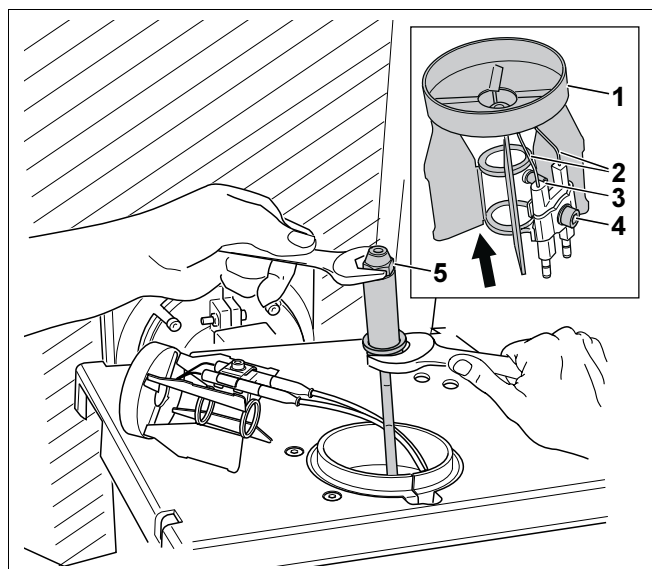

Fig. 19 Schimbarea duzei respectiv a electrodului de aprindere
- Se fixează arzătorul (Fig. 19) în poziția de service.
- Duzele, deflectorul și electrodul de aprindere se verifică la murdărie, respectiv se curăță sau se înlocuiesc (Fig. 19).
- Se slăbesc șuruburile hexagonale (SW 4, Fig. 19, **Poz. 3**) și se înlătură (Fig. 19, **Poz. 1**) deflectorul.
- Se desfac (Fig. 19, **Poz. 5**) duzele cu două chei SW 16 și SW 19.
- Se montează din nou (Fig. 19, **Poz. 1**) deflectorul și se prinde prin intermediul șuruburilor (Fig. 19, **Poz. 3**) hexagonale.
- Se slăbesc șuruburile hexagonale (SW 4, Fig. 19, **Poz. 4**).
- Se schimbă electrozii (Fig. 19, **Poz. 2**) de aprindere.